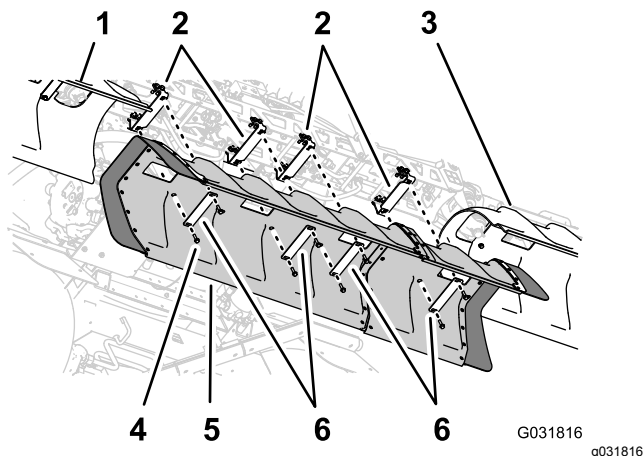

Figura 154
1. Alinhe os orifícios na cobertura da rampa central com os orifícios nos suportes para a cobertura da secção central (Figura 154).
2. Alinhe os orifícios nas 2 fitas da cobertura que retirou no passo 1 de 6 **Retiração da cobertura da secção central (11 bicos) do Kit de rampa coberta opcional (página 18)** com o tubo na cobertura e 2 dos suportes (Figura 154).
4. Alinhe os orifícios nas duas fitas da cobertura (peça Toro n.º 120-0629) com os quatro orifícios restantes na cobertura e os quatro orifícios restantes nos suportes (Figura 154).
5. Monte as fitas da cobertura e a cobertura nos suportes (Figura 154) com os quatro parafusos de cabeça flangeada (5/16 pol. x 1¼ pol. – peça Toro n.º 323-36).